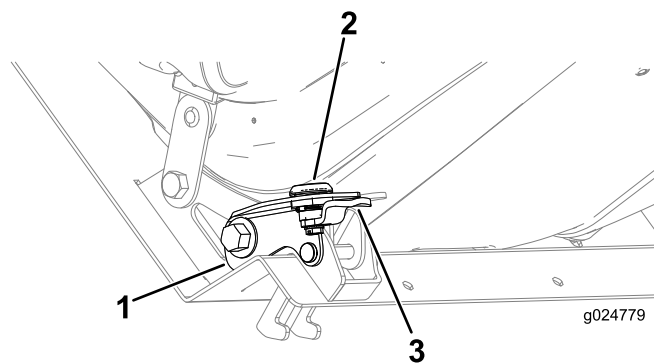

Figura 61
1. Certifique-se de que a pega do suporte de montagem do bloqueio e o trinco estão virados para cima (Figura 61).